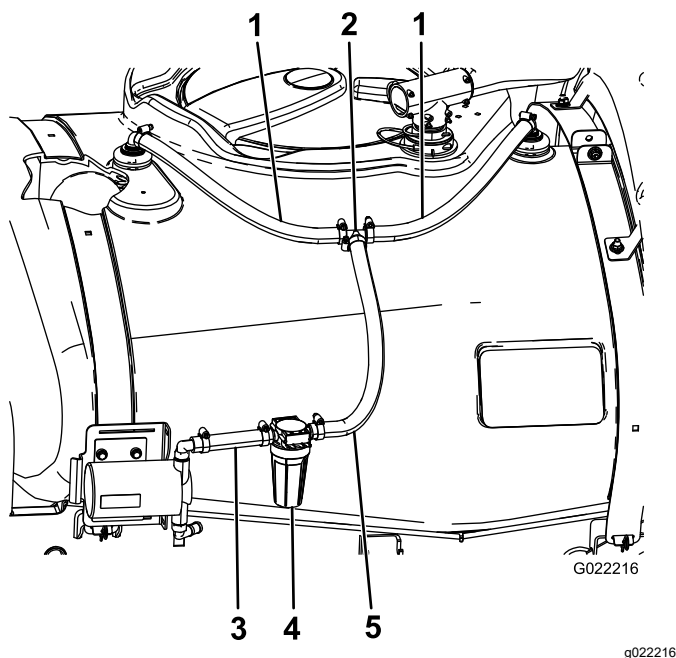

Рисунок 10
1. Присоедините шланги длиной 48 см к ранее установленным штуцерам шлангов промывочных сопел, используя 2 шланговых хомута (Рисунок 10).
1. Подсоедините длинный конец шланга промывочного фильтра к тройнику с помощью шлангового хомута (Рисунок 10).
2. Подсоедините другой конец шланга промывочного фильтра к верхнему штуцеру на промывочном насосе с помощью шлангового хомута (Рисунок 10).